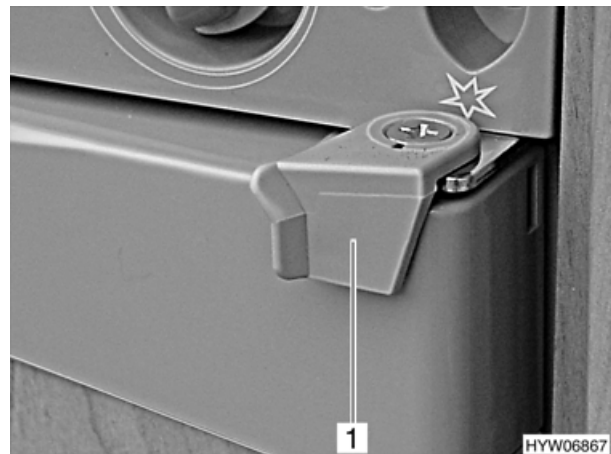

Bild 81 Verriegelung der Kühlschranktür, geschlossen (Variante 1)
- Verriegelung (Bild 81,1) nach außen drehen.